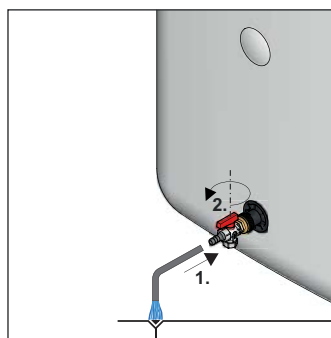
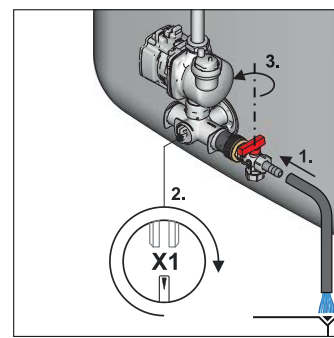

Fig. 6-1 Processo de esvaziamento **sem sistema solar** $p=0$
Fig. 6-2 Processo de esvaziamento **com sistema solar** $p=0$
- Ligar a mangueira de descarga à **ligação de enchimento KFE** (fig. 6-1/fig. 6-2) e encaminhar para um ponto de descarga pelo menos à profundidade do solo.
- Apenas no caso de sistema solar $p=0$: Ajustar o encaixe da válvula no ângulo de ligação de modo que o caminho até à mangueira de descarga se abra (fig. 6-2).
- Abrir a torneira KFE na **ligação de enchimento KFE** e drenar o conteúdo de água do depósito do acumulador (fig. 6-1/fig. 6-2).